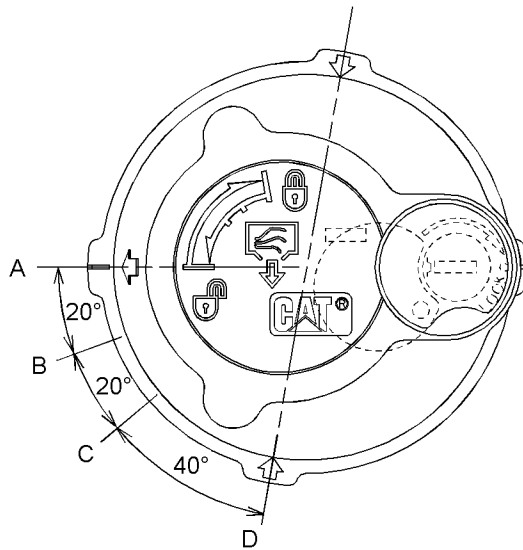

Fig. 267
- (A) LÅST position
- (B) AFLASTNING AF TRYK - START-position
- (C) AFLASTNING AF TRYK - SLUT-position
- (D) ÅBEN position
1. Aflast det tryk, der kan findes i returhydraulikkredsløbet, ved hjælp af følgende procedure. Se fig. 267 for at få vist påfyldningsdækslets positioner.
- a. Drej påfyldningsdækslet mod uret, og flyt pilen fra position (A) til position (B).
- b. Aflast trykket i mindst 45 sekunder ved at flytte pilen fra position (B) til position (C).
- c. Tryk påfyldningsdækslet ned, og flyt pilen fra position (C) til position (D).